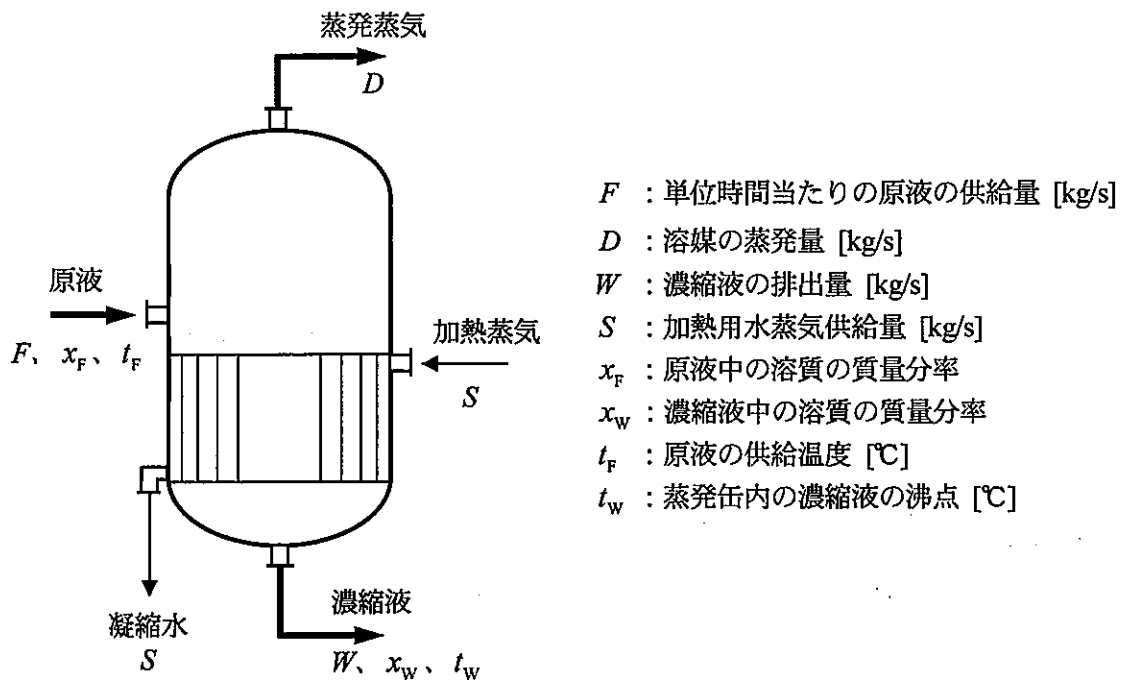

図 1
(1) 図 1 は、飽和水蒸気加熱方式の蒸発缶のフローと記号の説明である。このような蒸発缶における物質収支と熱収支について考える。